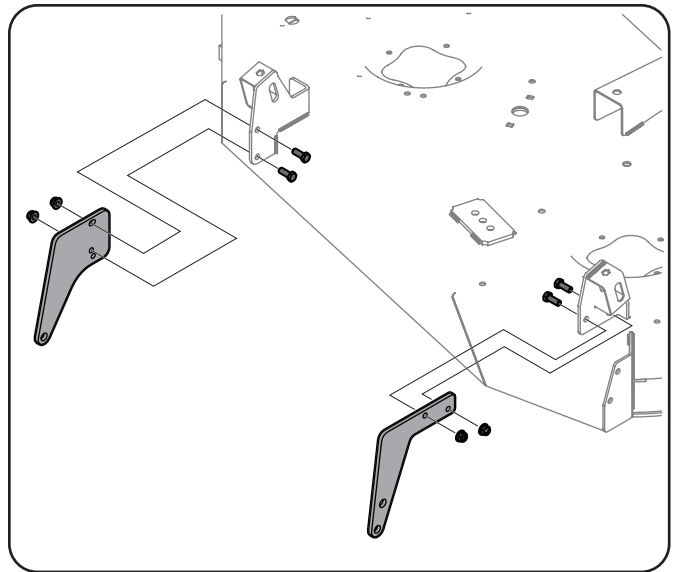

**Figure 1-14**
1. Use la Figure 1-14 a continuación para identificar qué orificios de montaje utilizar para montar la ménsula de rodillo del lado izquierdo (n.º 6) en la plataforma. Plataformas fabricadas - Use las ubicaciones de los orificios de montaje "A". Plataformas estampadas - Use las ubicaciones de los orificios de montaje "B"
2. Instale las ménsulas de rodillo del lado izquierdo y derecho (n.º 6 y n.º 7) en la ubicación que se indica en la Figure 1-14 de la plataforma del Tractor con dos tornillos de cabeza hexagonal (n.º 1) y dos tuercas de seguridad de 3/16 (n.º 3) por lado. Consulte la Figure 1-15.